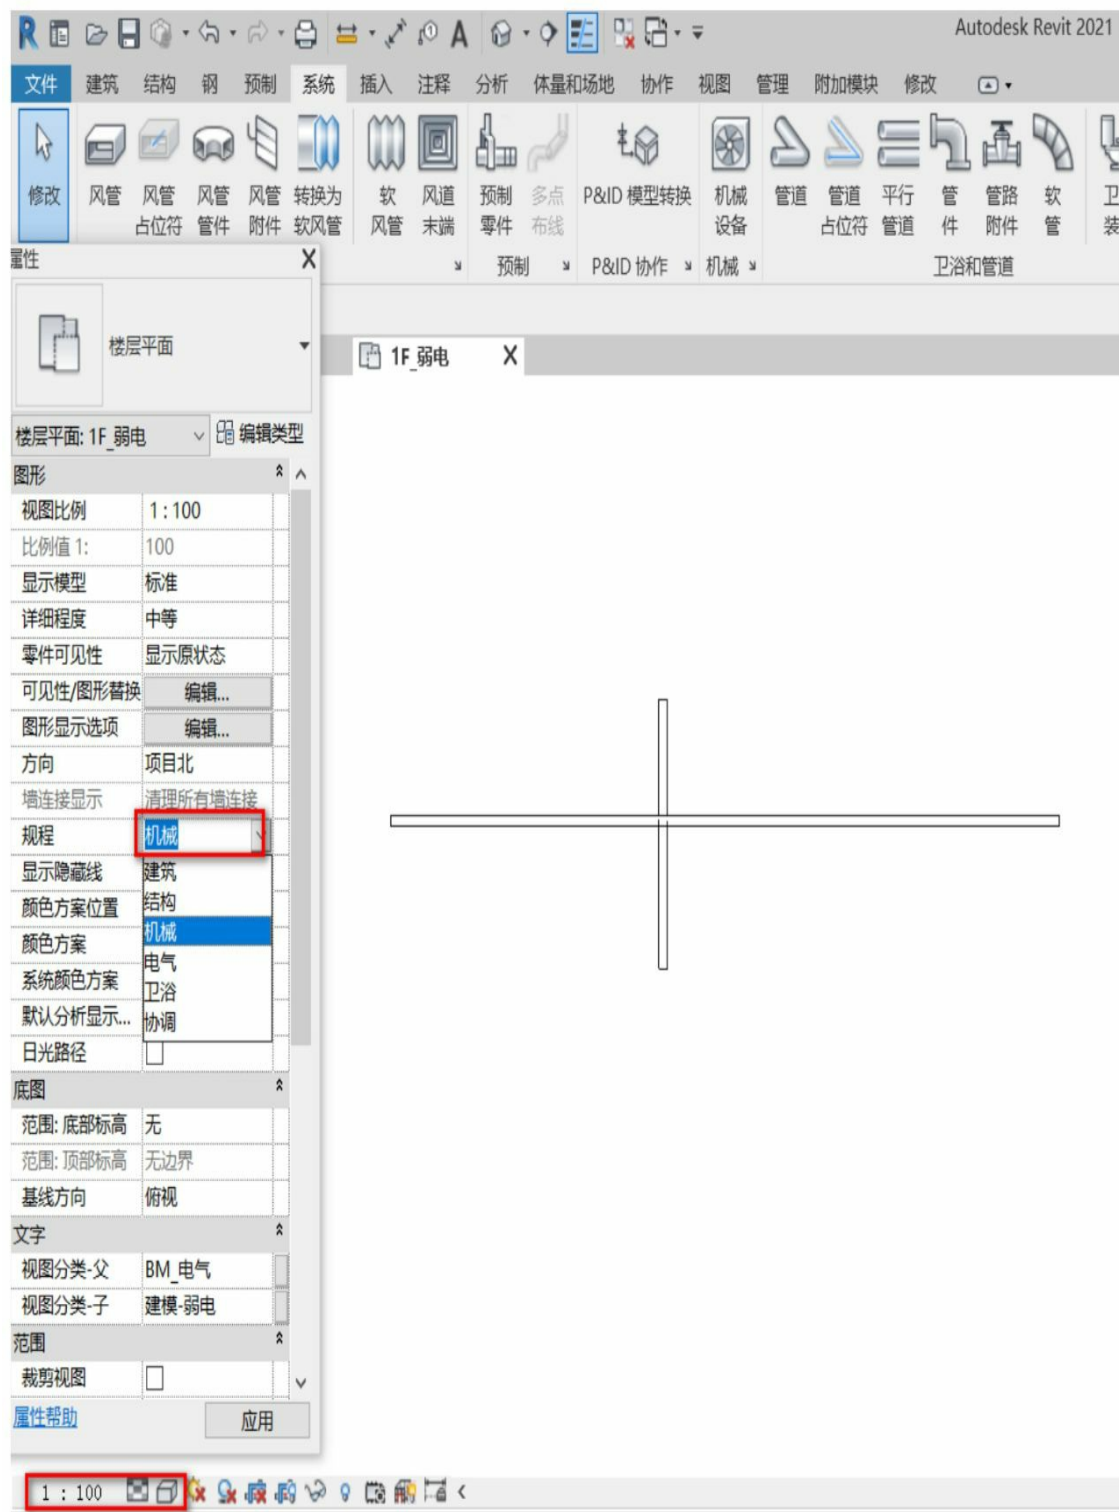

图4-54
(1) 不是同一高度的电缆桥架相交时，设置规程为“机械”，视觉样式为“隐藏线”，如图4-54所示。